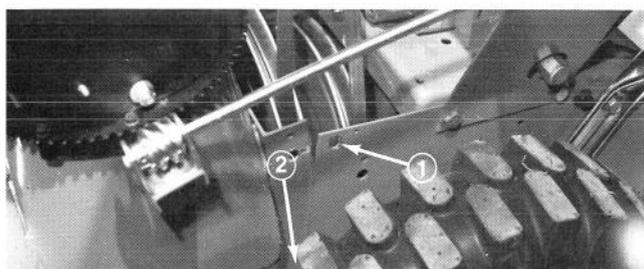

Figure 33
3. Enlevez les deux vis à collerette du haut et desserrez les deux écrous de blocage du bas qui retiennent le carter de tarière et l'unité de traction ensemble (Fig. 33).
5. Fixez ensemble le carter ou logement de tarière et l'unité de traction en alignant les trous du haut et en installant deux vis à collerette (Fig. 33). Serrez les deux vis à collerette du haut et les écrous du blocage du bas (Fig. 33).